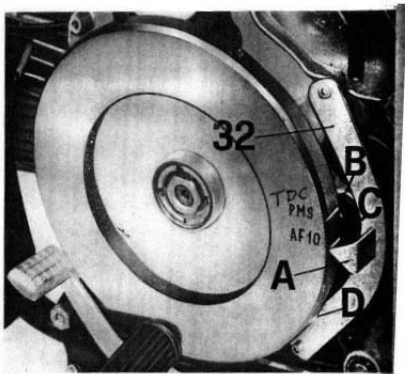
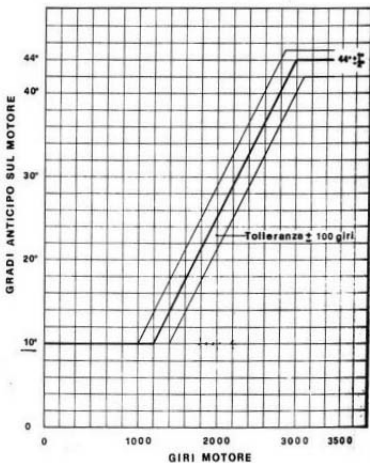

Fig. 19
Fig. 20
- Montare a mezzo viti sul coperchio interno del basamento l'attrezzo (32 di fig. 19).
- Assicurarsi che il pistone sia a punto morto superiore, a fine fase di compressione con valvole chiuse. Il segno sul volano « P.M.S. » deve coincidere con la freccia dell'attrezzo (A di fig. 19).
- Ruotare il volano in senso antiorario finché il segno « AF10 » sul volano stesso si trova in corrispondenza con la freccia dell'attrezzo (A di fig. 19). A questo punto i contatti del rotore devono dare inizio all'apertura.
Per eseguire il controllo dell'anticipo accensione bisogna innanzitutto segnare il punto (D di fig. 19). Sul volano motore, questo punto si trova a 44° (mm. 101,4) rispetto il « P.M.S. » già segnato sul volano stesso.
I riferimenti sul volano si possono così definire (vedere fig. 19), e diagramma (vedere fig. 20).